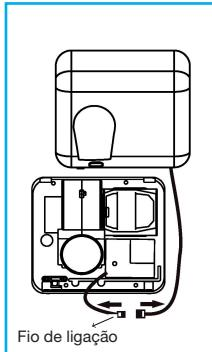

Figura 2
- Utilize a chave sextavada fornecida para remover os dois parafusos que fixam a cobertura e retire cuidadosamente o painel, evitando danificar o fio do sensor (ver Figura 2).